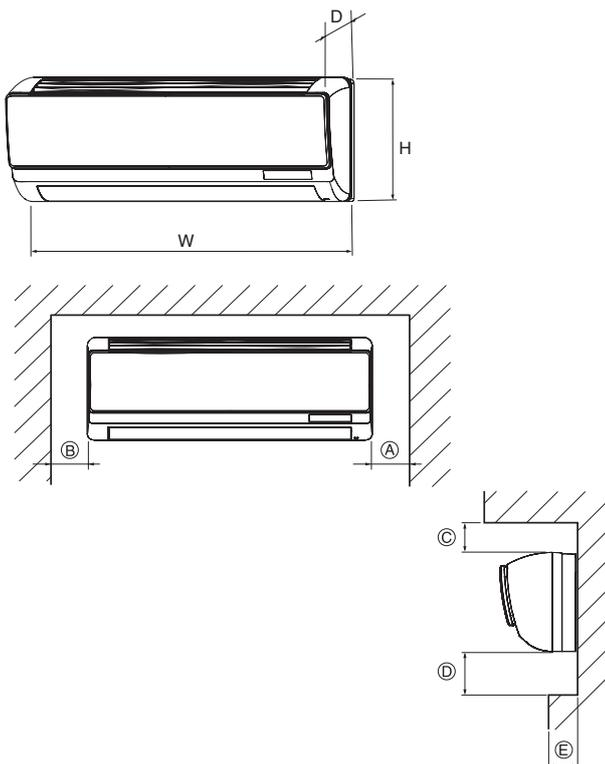

Fig. 2-1
①	Staffa di montaggio sulla parete	1	Retro dell'unità
②	Vite di maschiatura 4 x 35	8	Materiale di imballaggio
③	Nastro di feltro	1
④	Cavo del comando a distanza MA	1
⑤	Cavo	1
⑥	Fascia	1
⑦	Chiusura	1
2.1. Dimensioni dell'unità (Sezione interna) (Fig. 2-1)